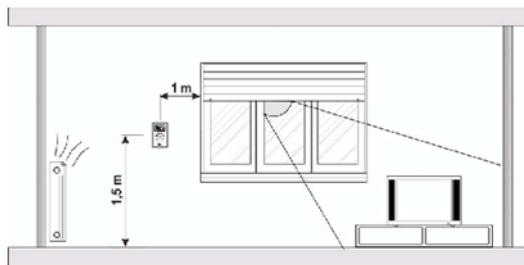

Fig. 1 Ubicazione dei termostati
C. Ubicazione dei termostati (fig. 1)